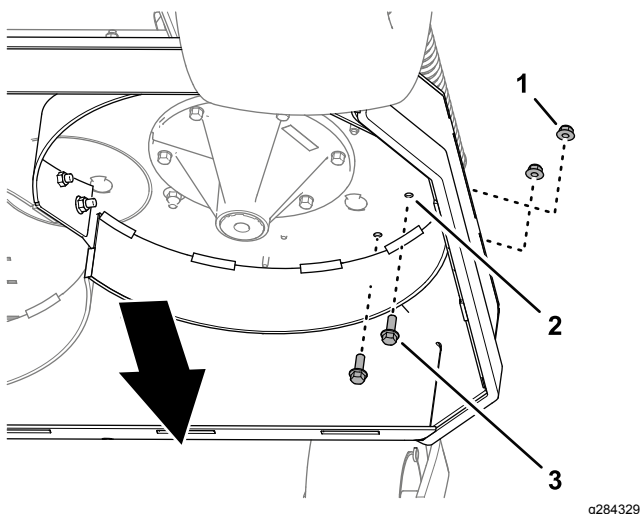

Bild 8
2. Setzen Sie die beiden Bundkopfschrauben ($\frac{3}{8}$ " x 1") in die 10 mm Löcher im Mähwerk (Bild 8) ein und sichern Sie die Schrauben mit den beiden Sicherungsbundmutter ($\frac{3}{8}$ "), die Sie in Schritt 1 entfernt haben.